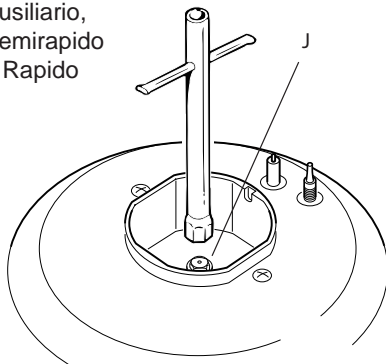

Fig. 2.2
- Con una chiave fissa sostituire gli ugelli "J" (fig. 2.2, 2.3, 2.4) con quelli idonei per il gas da utilizzare.